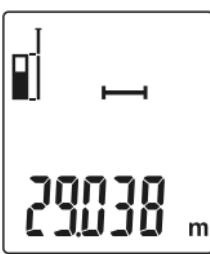

Fig. 9 – exemplo de medição
Ligar o aparelho e selecionar o ponto de medição e a unidade de medida (ver item 5.10). Direcione o ponto de laser para o local onde deseja realizar a medição. Aperte o botão e o resultado irá aparecer no visor do aparelho (fig. 9). Para uma medição mais precisa é importante que o aparelho esteja nivelado horizontalmente e preferencialmente apoiado.